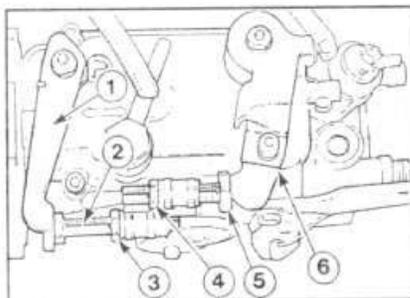

Рис. 2E.10. Элементы регулировки топливного насоса CAV Rotodiesel.
- Переместите рычаг повышенного числа оборотов до упора в болт (1, рис. 2E.9). Число оборотов должно увеличиться до значения 1180 - 1200 об/мин. Если это условие не выполнено, отрегулируйте обороты, соответственно изменяя положение болта (1).
Установите пластину толщиной 4 мм между болтом (3, рис. 2E.10) регулировки остаточного расхода (предотвращающего выключение двигателя) и рычагом (2) акселератора (дозировки топлива).
- Установите пластину толщиной 20 мм между рычагом (5) холостого хода и ограничительным болтом.